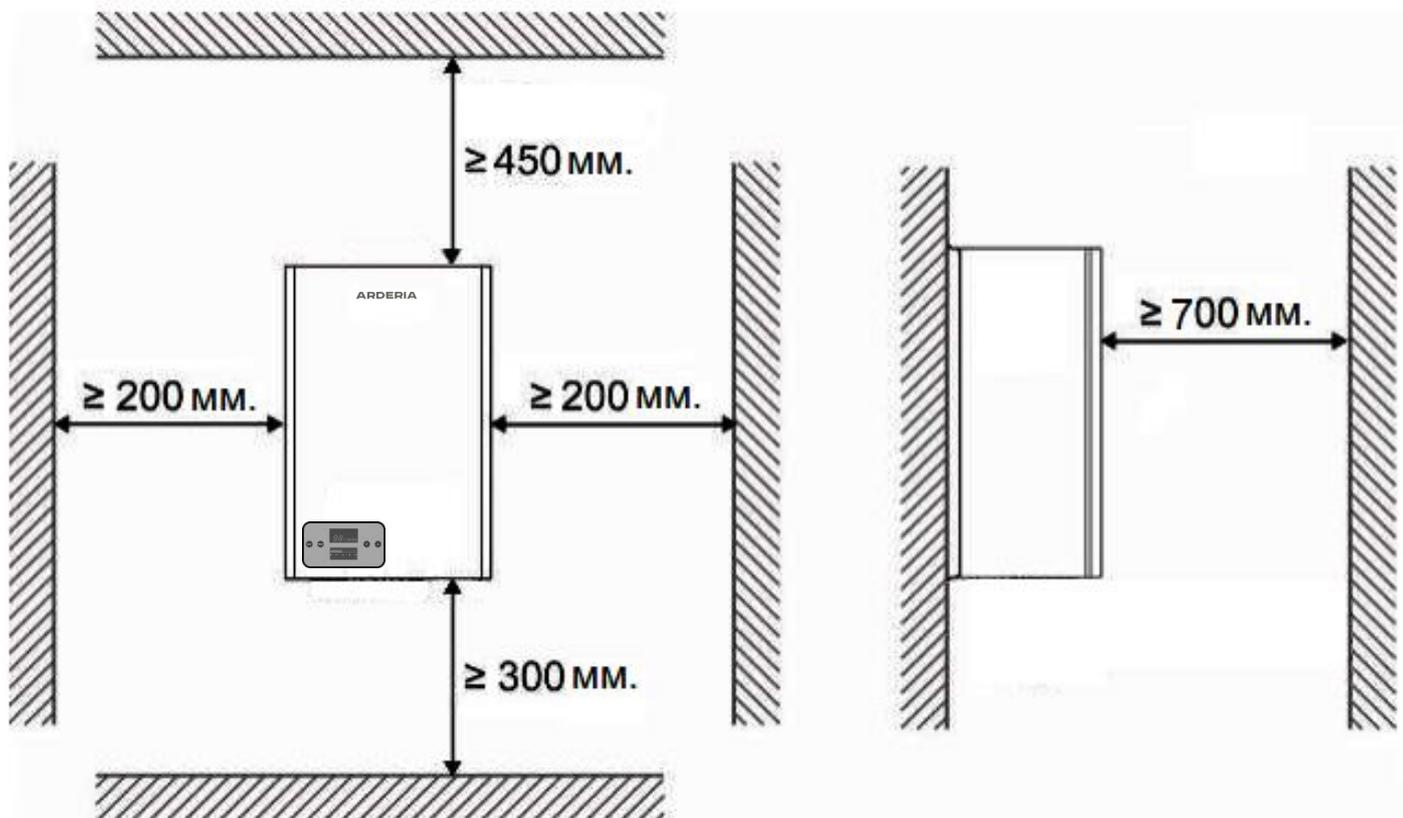

Рис. 9
- Установку электродкотла котла следует предусматривать исходя из условия удобства монтажа, эксплуатации и ремонта (см. рис. 9)